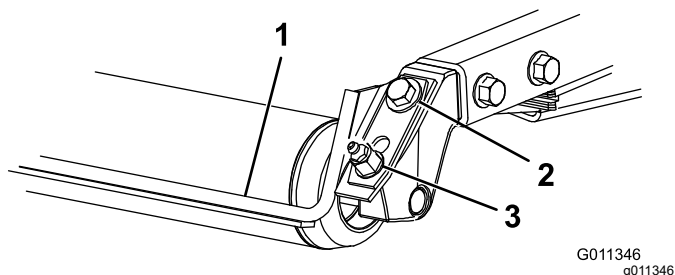

Figura 19
1. Allentate il raccordo d'ingrassaggio e la vite di montaggio (Figura 19).